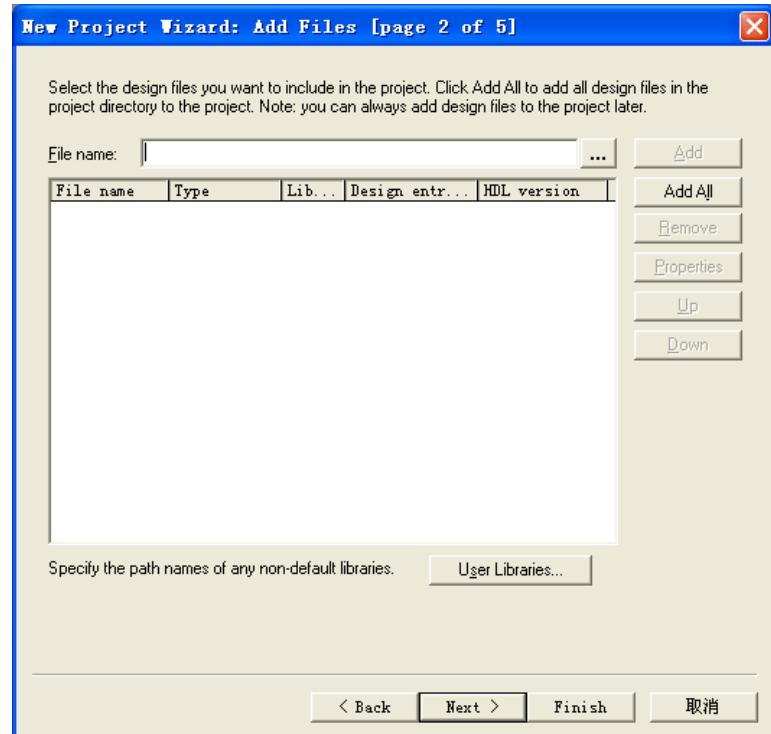

图 3-5 添加设计文件
4. 添加设计文件。界面如图 3-5 所示。如果用户之前已经有设计文件(比如.v 文件)。那么再次添加相应文件,如果没有完成的设计文件,点击 Next 之后添加并且编辑设计文件。